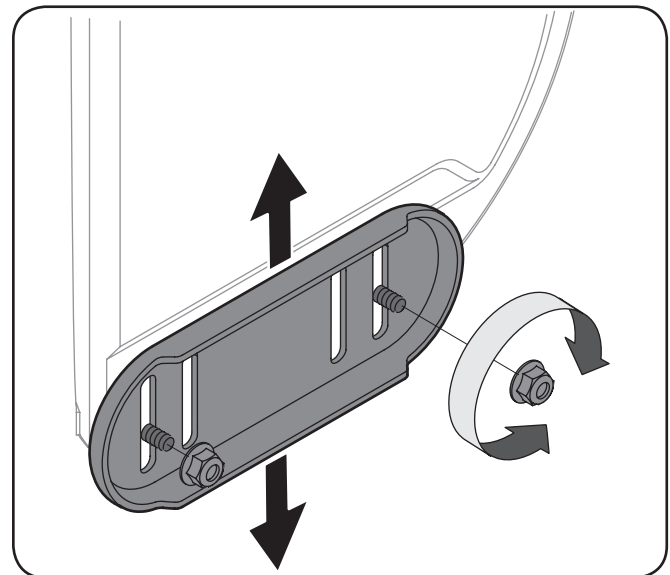

Figura 3-12
1. Afloje las cuatros tuercas hexagonales (dos en cada lado) y los pernos del carro. Mueva las zapatillas antideslizantes a la posición deseada. Vea la Figura 3-12.